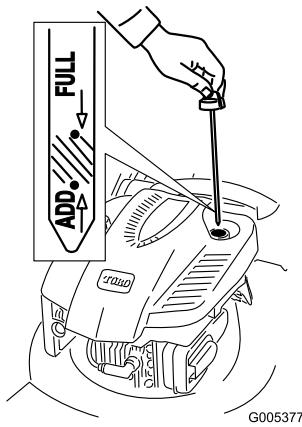

Bild 11
2. Nehmen Sie den Peilstab heraus und prüfen Sie den Ölstand (Bild 11). Wenn der Ölstand unter der **Nachfüll**-Marke ist, gießen Sie **langsam** Öl in den Einfüllstutzen, um den Ölstand auf die **Voll**-Marke am Peilstab anzuheben. **Füllen Sie nicht zu viel ein.** (Max. Füllstand: 0,59 l, Typ: Waschaktives SAE 30-Öl mit der Klassifizierung SF, SG, SH, SJ, SL oder höher durch das American Petroleum Institute (API)).